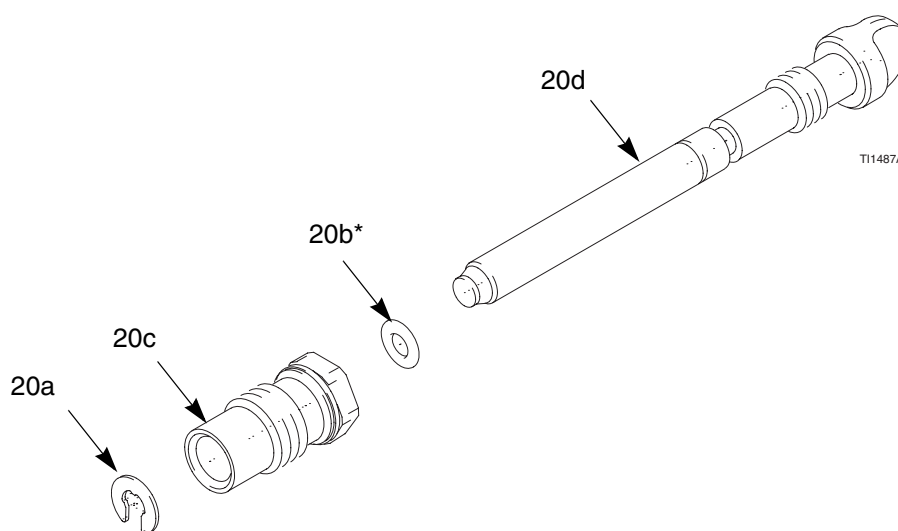

Fig. 19 Vanne de régulation d'air d'atomisation
3. Retirer le circlip (20a). Voir FIG. 19.